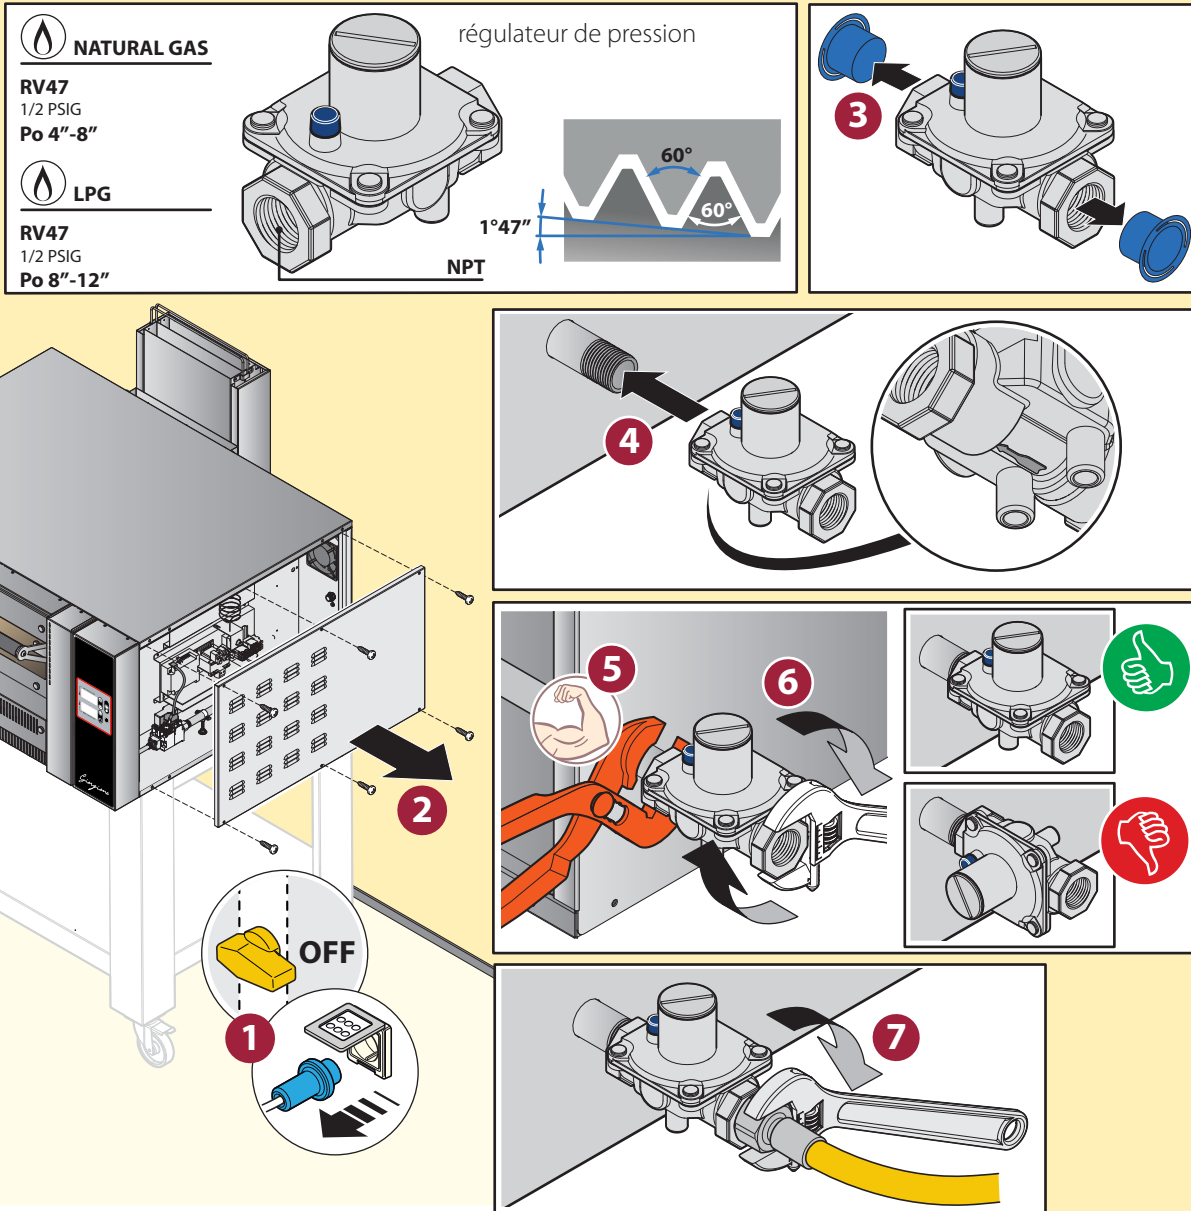

Fig. 24
- ► **Fig. 24** (versions UL/CSA) un **tuyau NGO** - filetage national américain cylindrique pour évacuations du gaz ou bien un **tuyau NGS** - filetage américain cylindrique pour gaz. Entre le four et l'appareil, un **régulateur de pression** doit toujours être interposé (non fourni - assurez-vous qu'il réponde aux réglementations en vigueur dans le Pays d'utilisation). Au terme de l'installation, le régulateur de pression doit être réglé selon les indications fournies dans ► **Fig. 26**